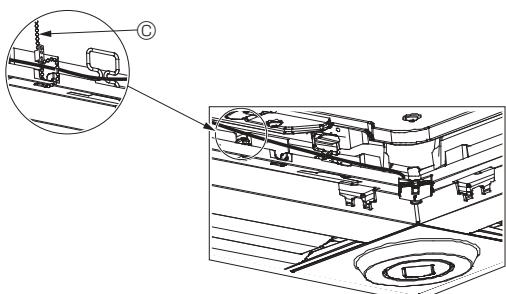

Fig. 10-12
- Прикріпіть проводи датчика i-See та приймача сигналу до панелі за допомогою хомута, як показано на схемі, таким чином, щоб уникнути провисання проводів, та відріжте надлишок хомута. (Fig. 10-12)
- Якщо замість положення «○» (E) датчика i-See вказано положення «□» (F), змініть налаштування функцій. (див. стор. 13).